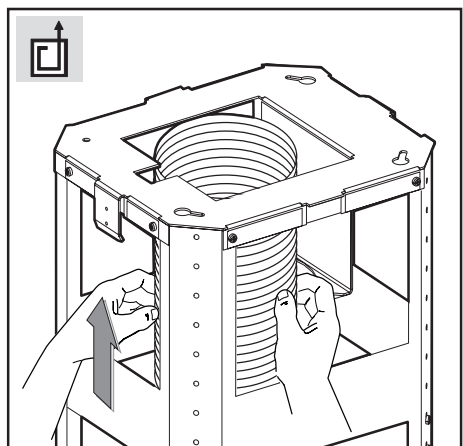

Fig.7
- **Versione aspirante:** fissare il tubo flessibile al foro di evacuazione aria predisposto (fig.7).